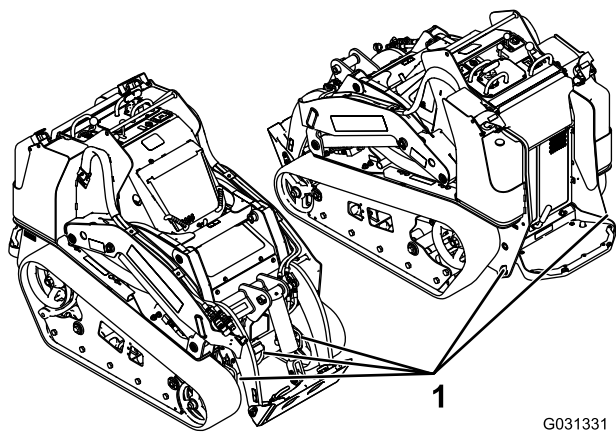

Figura 34
6. Utilice los puntos de amarre metálicos de la máquina para sujetar la máquina firmemente al remolque o al camión con correas, cadenas, cables o cuerdas (Figura 34).
Puede izar la máquina usando los puntos de amarre/izado indicados en Figura 34.